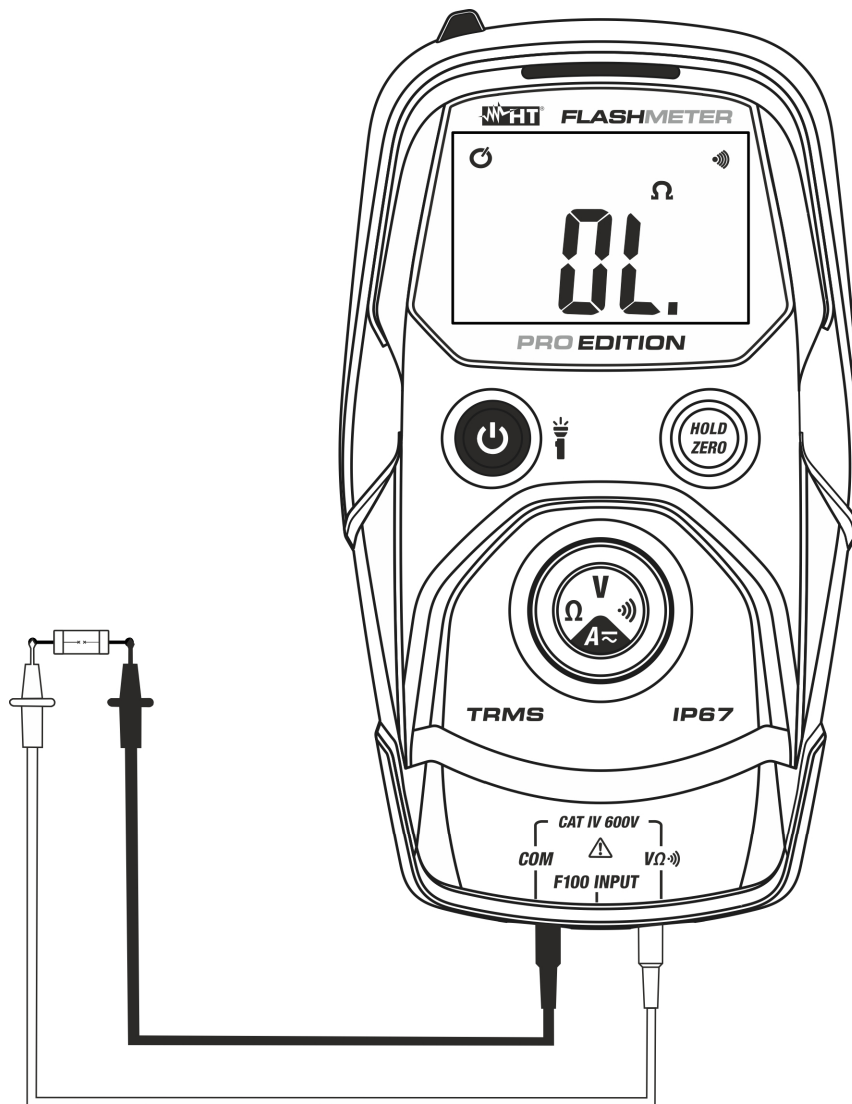

Fig. 6: Utilisation de l'instrument pour le test de continuité
4. Positionner les embouts dans le circuit examen (voir Fig. 6). L'avertisseur sonore de continuité est active pour  $R < 50\Omega$